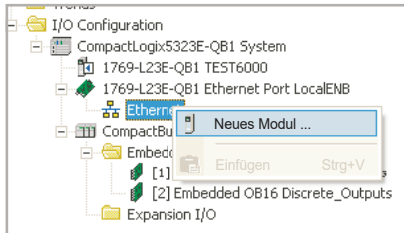

Abbildung 4.3.21l Rechtsklick auf das EtherNet-Symbol
1. Klicken Sie in der linken Hierarchie des Fensters „RSLogix 5000“ mit der rechten Maustaste auf das EtherNet-Symbol und wählen Sie im Menü den Eintrag „New Module...“ (Neues Modul) aus (Abbildung 4.3.21l).